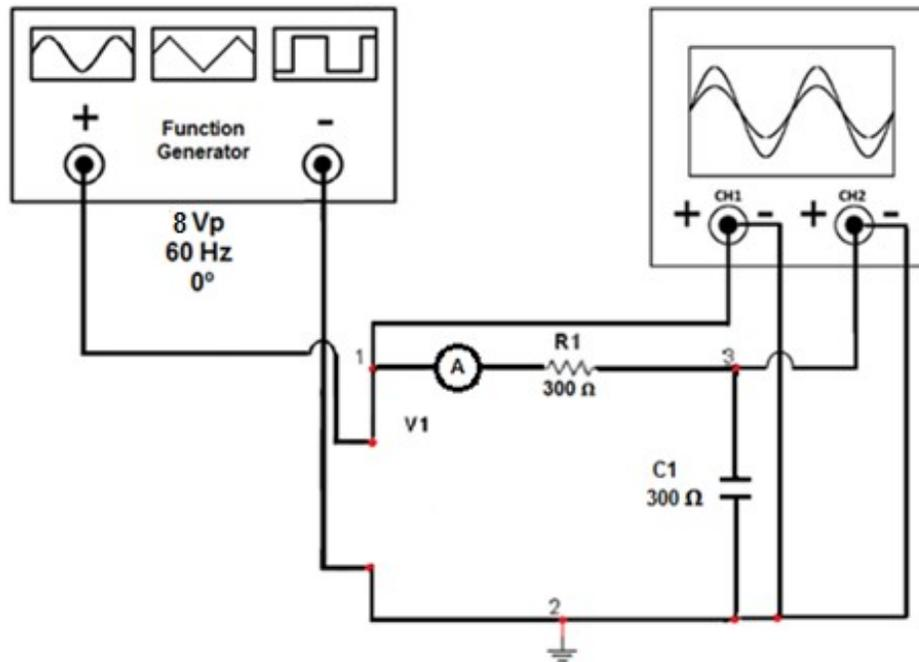

Figura 7.3
7.2.1. Arme el circuito mostrado en la figura 7.3.
7.2.3. Auxíliese del canal 1, como se indica en la figura 7.3 y suministre con el generador de funciones una onda senoidal con un voltaje pico de 8 V y frecuencia de 60 Hz.
7.2.5. Con ayuda del osciloscopio, mida el desfase existente entre el voltaje de la fuente y la carga. Apóyese en la figura 7.3.
7.2.7. Coloque el canal 2 o B del osciloscopio en el nodo 3, como se muestra en la figura 7.3.